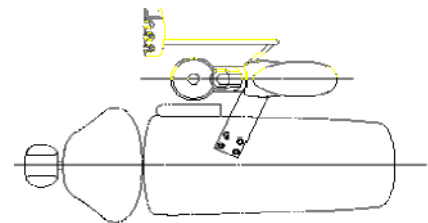

Fig.6-1 Unit Mounting Position on the Chair
- (1) Position de l'unité crachoir sur le fauteuil La position de l'unité crachoir sur le fauteuil est montrée dans le schéma (Fig.6-1)
Remarque : Branchement du bloc de sorties (Fig.6-1 0B)
Fixez la prise sur le bout du câble d'approvisionnement de l'unit. La prise de l'approvisionnement de l'unit est approprié pour la ligne d'alimentation de la boîte de raccordement. (Fig.6-1 0C)